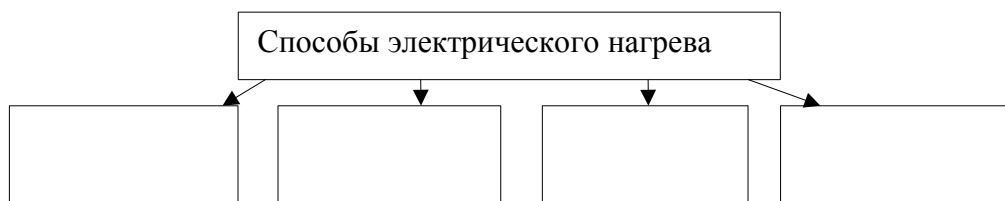

Рисунок 4 - Способы электрического нагрева.
**Задание 1.** Составить схему (рис.4) способов электрического нагрева.